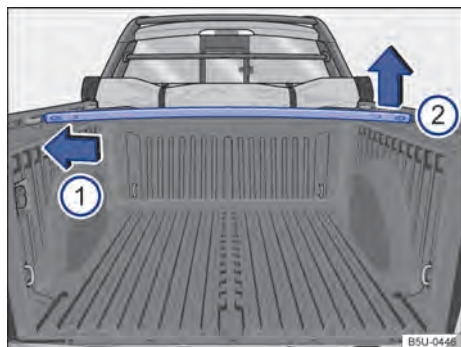

Fig. 53 Travesaños en el compartimento de carga: desmontar y montar.
- Para desmontar, presionar el travesaño del lado izquierdo en el sentido de la flecha → fig. 53 ⓘ y retirar el travesaño de su alojamiento por el lado derecho ⓘ.